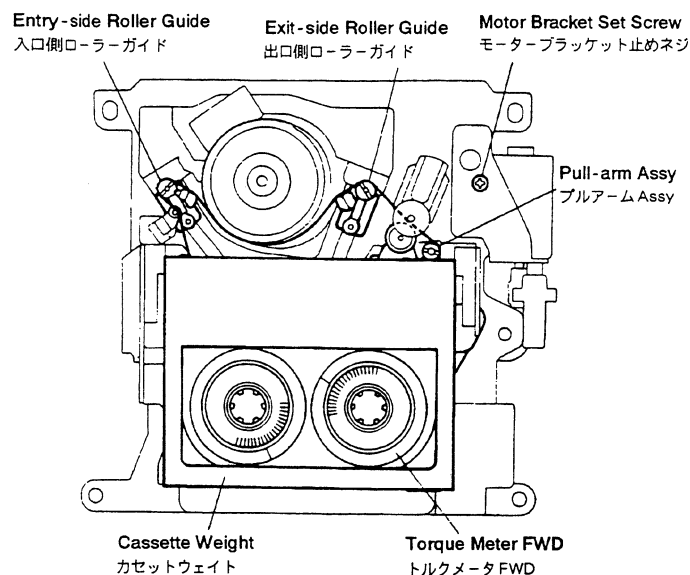

Fig. 3-1
(Refer to Fig. 3-1)
1. トルクメータFWD (TW-7131) を装着する。(図3-1参照)